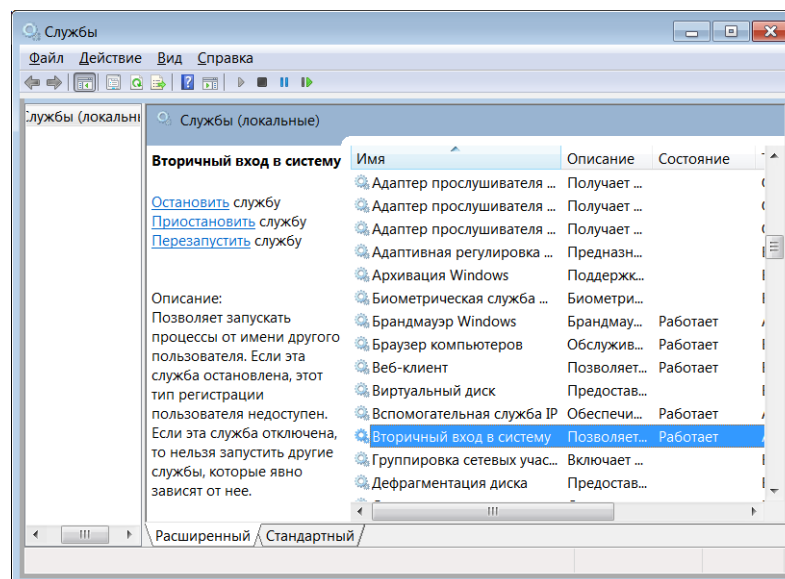

Рис. 5.2. Окно *Службы*
- 1.2. Найдите строку службы *Вторичный вход в систему* (Рис. 5.2). Щелкните по ней правой кнопкой мыши и в контекстном меню выберите пункт *Свойства*.